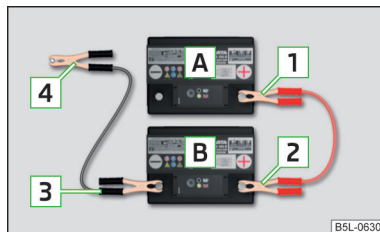

Fig. 187
- Prindeți clema **1** la polul plus al bateriei descărcate **A** » fig. 187.